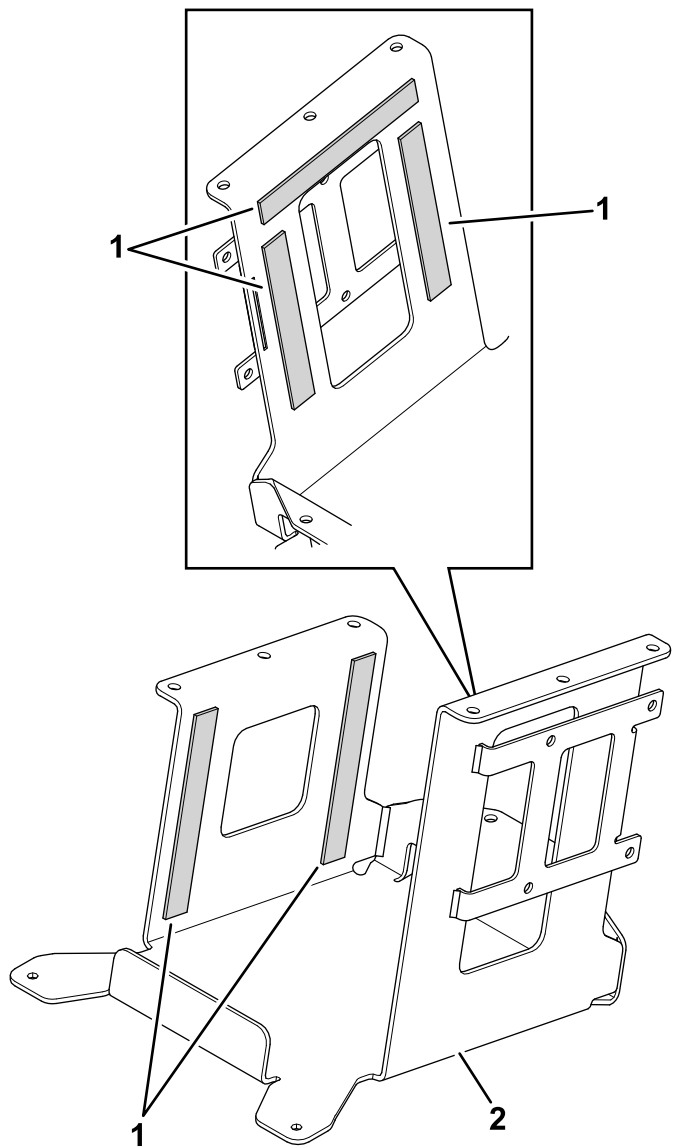

Figure 7
1. Collez 5 bandes en mousse (19 cm) sur la plaque de montage supérieure (Figure 7).